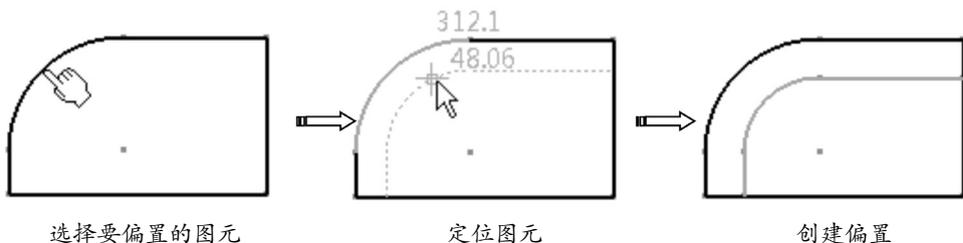

图 5-39
- 相切拓展: 选择要偏置的圆弧, 与之相切的图元将一同被偏置, 如图5-39所示。